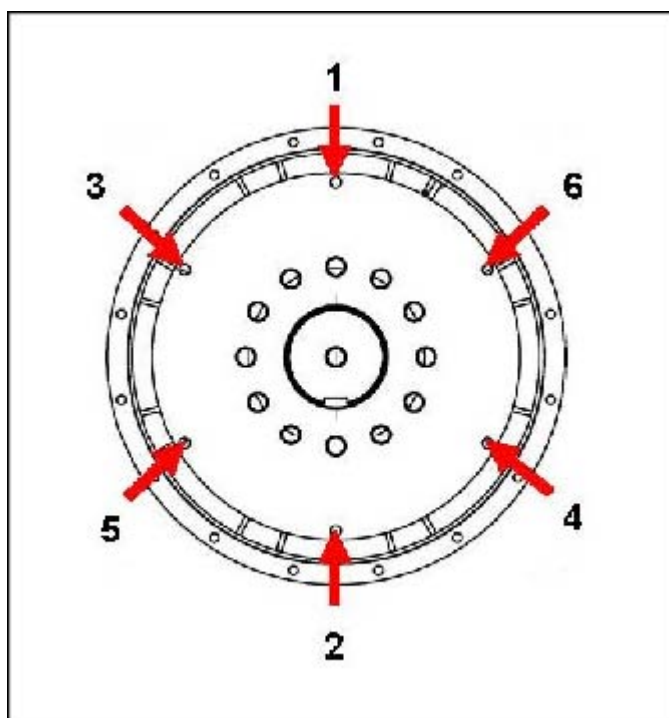

图 11. 飞轮固定顺序
10. 按照所示顺序拧紧螺栓以将耦合盘固定到飞轮上 图 11 位于页面 目录 20